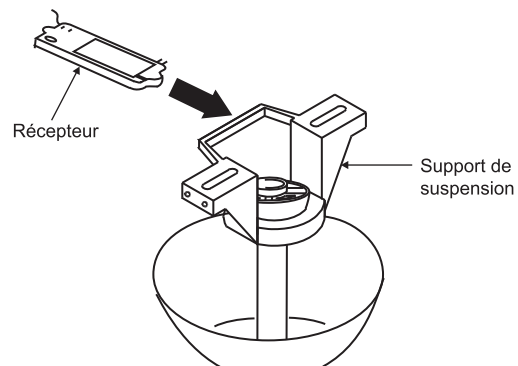

Fig. 12
**Étape 1.** Insérez le récepteur dans le support de montage au plafond avec le côté plat du récepteur face au plafond. (Fig. 12) Pour optimiser la performance, assurez-vous que l'antenne noire, à l'extrémité du récepteur, reste étendue et qu'elle n'est pas emmêlée avec les fils électriques.